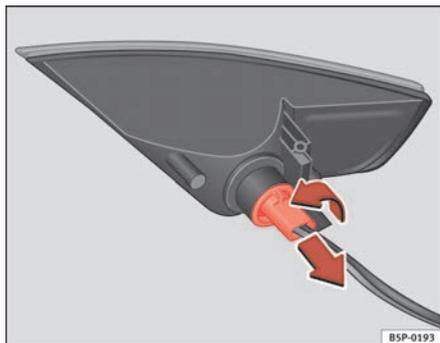

Abb. 195 Leuchte nach Ausbau aus dem Stoßfänger
- Die Lampenfassung nach links drehen und in Pfeilrichtung abnehmen ⇒ Abb. 195.